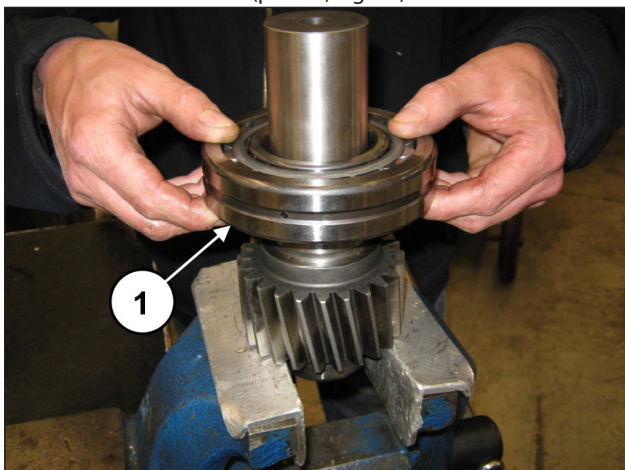
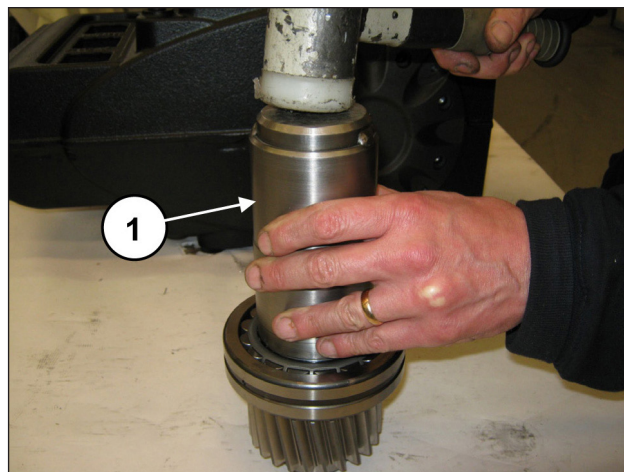

Fig. 81
Fig. 82
Dall'altro lato del pignone premontare il cuscinetto 55x120x29 (pos. ①, Fig. 81) posizionandolo fino a battuta utilizzando l'attrezzo cod. 27604800 (pos. ①, Fig. 82).